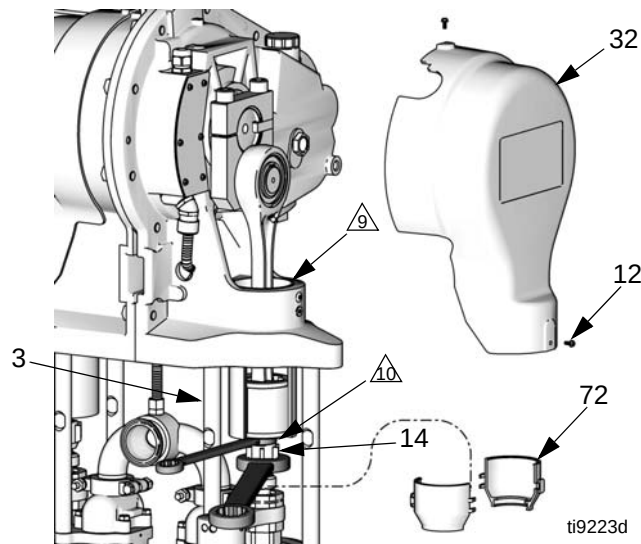

FIG. 5. Retire la tuerca de acoplamiento
1. Retire cuatro tornillos (12) y ambas cubiertas (21, 32). La FIG. 5 muestra la cubierta (32) en el lado opuesto del motor; la cubierta del lado del motor es la (21).